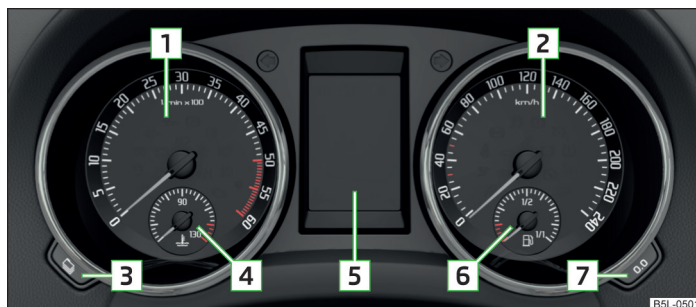

Fig. 2 Cuadro de instrumentos
El sector rojo de la escala del cuentarrevoluciones **1** » fig. 2 de la página 12 marca el sector en el que el sistema comienza a limitar el régimen del motor. El sistema limita automáticamente el régimen del motor a un valor límite seguro.
► Pulse la tecla » fig. 2 de la página 12 durante un lapso prolongado.
El reloj se maneja con las teclas y » fig. 2 de la página 12.
- Pulse la tecla » fig. 2 de la página 12 repetidas veces hasta que parpadee la indicación del cuentakilómetros total » página 15.